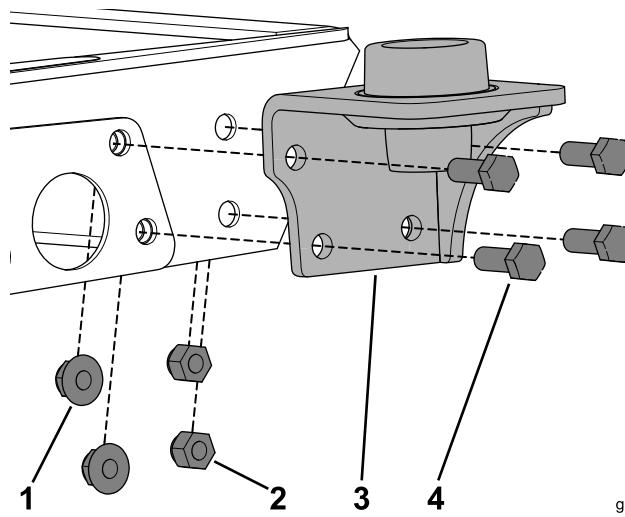

図18
- 既存のボルト類を外し、代わりにボルト3/8 x 1インチ4本、とフランジナット2個、ロックナット2個を使用して、マウントを機体に固定する図18。